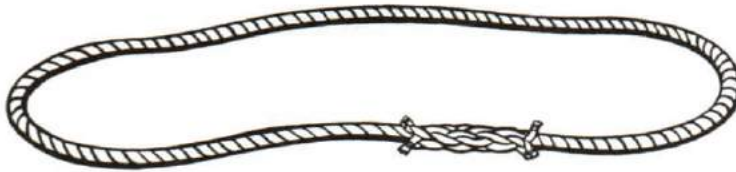

Figure 11-14
1. First of all, the object which is to be lifted must be rigged so that it can be lifted without damage or danger of dropping. For this purpose, you may be provided with a strop, which is a piece of rope with the ends spliced together. See Figure 11-14.
1. Lorsqu'on a à soulever une charge, la première chose à faire consiste à la gréer afin de pouvoir la hisser sans l'avarier et sans qu'elle risque de tomber. À cette fin, on peut utiliser une estrope qui est une longueur de cordage dont les extrémités ont été épissées l'une à l'autre (voir la figure 11-14).